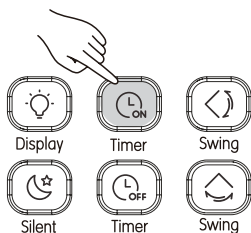

Рисунок 3.17
① Нажмите  (см. Рис. 3.17), на пульте ДУ отобразится «Время включения» [Timer On], а в поле таймера появится «0.0H». Установите время включения по таймеру;